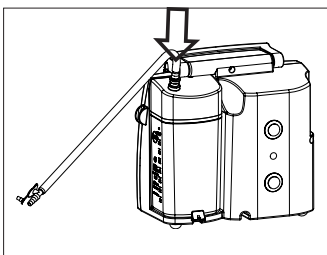

Рис. 10.
- Установить, легко вращая, DDS адаптер шланга диаметром 6 или 10 мм, в отверстие крышки DDS-емкости (Рис. 10).